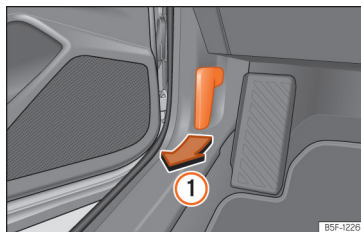

Рис. 207 З боку водія: важіль відкривання капота.
- Щоб відімкнути капот, потягніть важіль під передньою панеллю >>> **рис. 207 ①**.